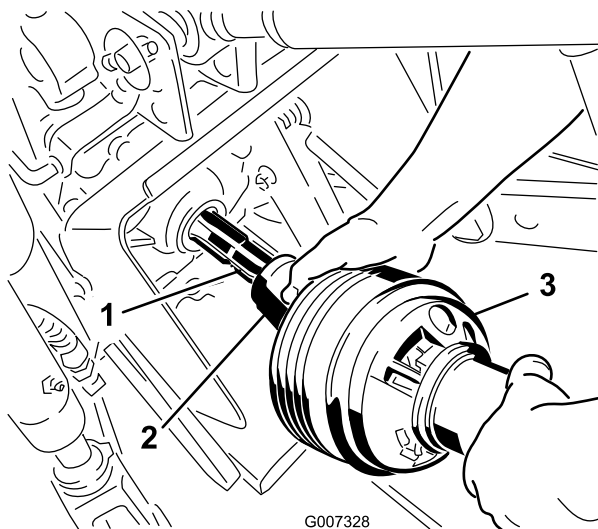

Figura 18
3. Conecte el árbol de la toma de fuerza al árbol de la toma de fuerza del tractor (Figura 18).